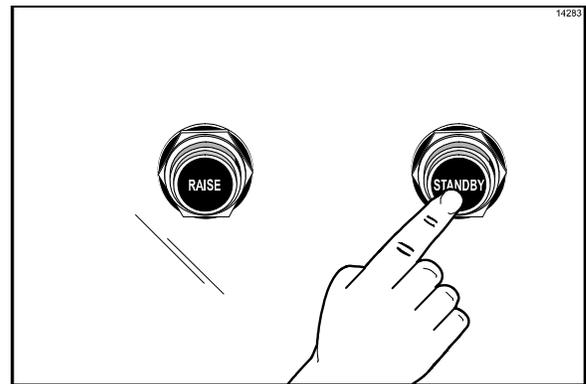

Figura 118
5. Oprima el botón de espera (STANDBY). (Vea la figura 118.)